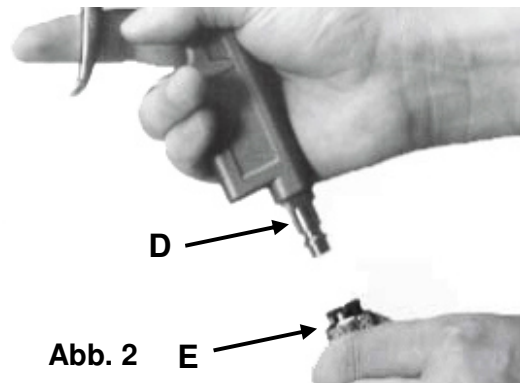

Abb. 2
3. Verbinden Sie nun den Druckluftnippel **D** der Ausblaspistole mit der Druckluftkupplung **E** am anderen Ende des Schlauchs (Abb.2).